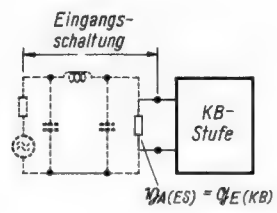

Bild 11. Der Abschlußleitwert der KB-Stufe auf der Eingangsseite ist durch $\mathfrak{Y}_A (ES)$ gegeben
b) Der Ausgangsleitwert $\mathfrak{Y}_A (ES)$ (Bild 11)
Zur Berechnung des Ausgangsleitwertes der KB-Stufe muß bekannt sein, wie der Eingang dieser Stufe belastet ist ($\mathfrak{G}_E (KB)$). Nach Bild 11 ist $\mathfrak{G}_E (KB)$ gleich dem Ausgangsleitwert der Eingangsschaltung ($\mathfrak{Y}_A (ES)$).